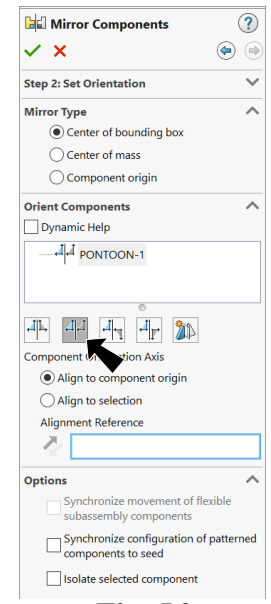

Fig. 56
Step 2: Set Orientation, **Fig. 56**